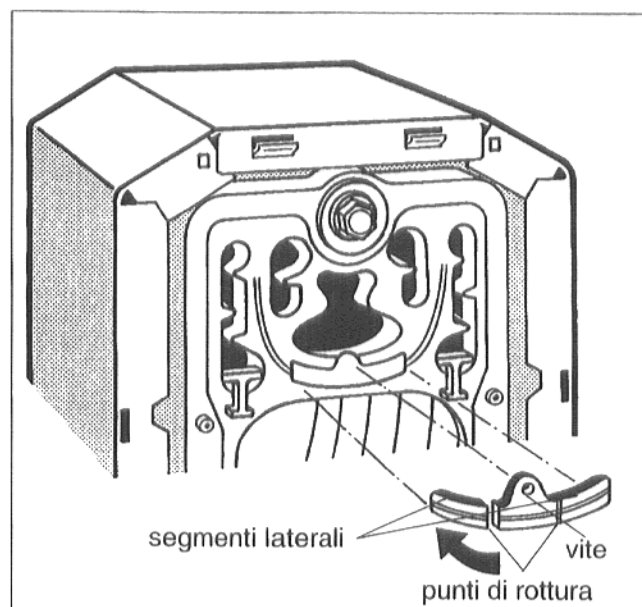

Fig. 33
- Disporre la piastra arresto fumi su una superficie resistente in modo che i punti di rottura predefiniti non poggino sulla superficie (Fig. 33).